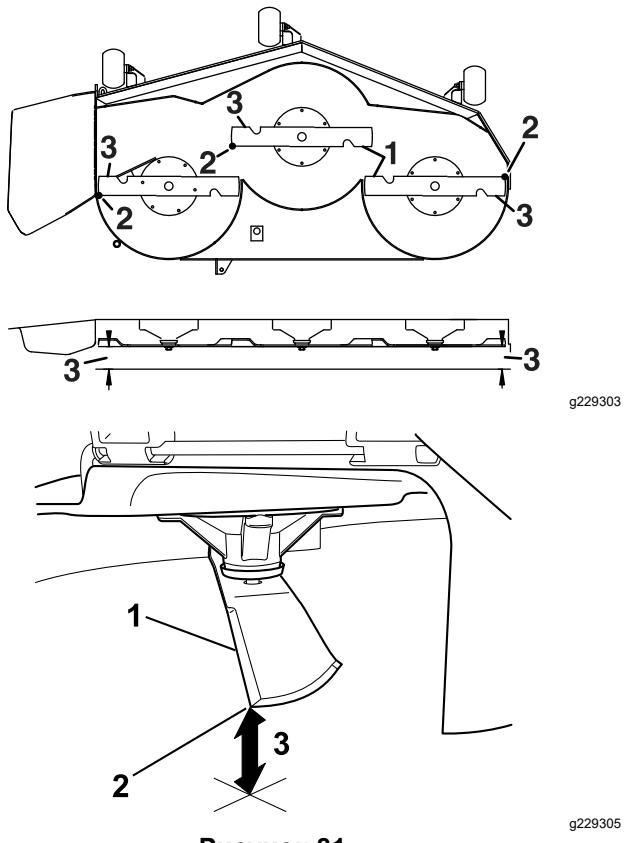

Рисунок 81
- Виконайте вимірювання від кінчика ножа до пласкої поверхні (Рисунок 81). Якщо вимірювання не знаходяться в межах 5 мм, відрегулюйте рівень; продовжуйте виконання процедури.
12. Обережно обертайте ножі з боку в бік (Рисунок 81).